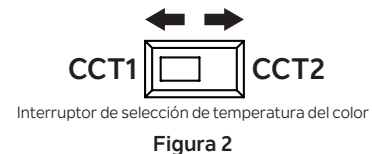

Figura 2
3. Ubique el interruptor de selección de temperatura del color en el módulo LED y seleccione la temperatura del color LED deseada (**CCT1 = 3000 K blanco suave, CCT2 = 5000 K luz diurna**) (Figura 2).